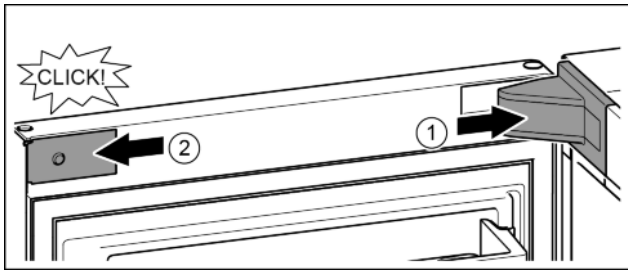

Fig. 25
- ▶ Așezați capacul suportului de lagăr și fixați în poziție, după caz, despărțiți cu precauție prin apăsare. Fig. 25 (1)
- ▶ Aplicați și fixați în poziție masca. Fig. 25 (2)